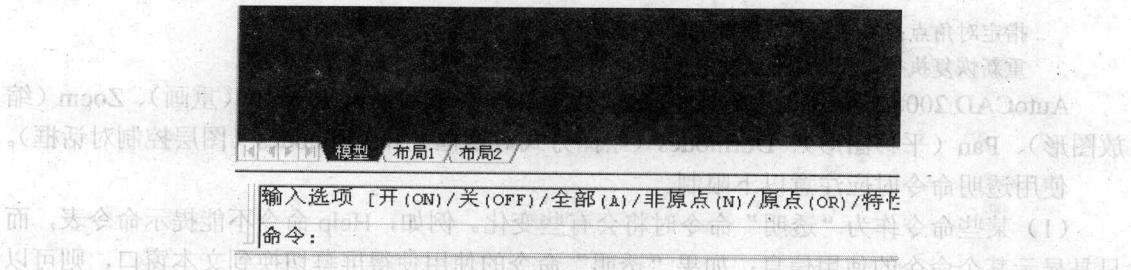

图 1-9 隐藏 UCS 图标
(1) 执行 Ucsicon 命令，隐藏 UCS 图标，如图 1-9 所示。